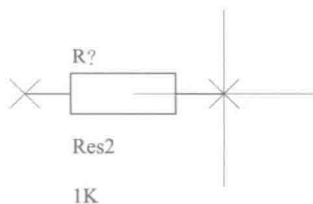

图 1-6 浮动状态的元器件
② 筛选出所需的元器件后，可以双击元器件的图标，接着就可以把元器件拖动到原理图的工作界面了。而且双击后的元器件处于浮动状态，如图 1-6 所示。在浮动状态下按〈Tab〉键，会弹出元器件属性对话框，如图 1-7 所示。在属性对话框内，可以根据任务所给出的电路图上的要求修改出符合任务要求的元器件属性。